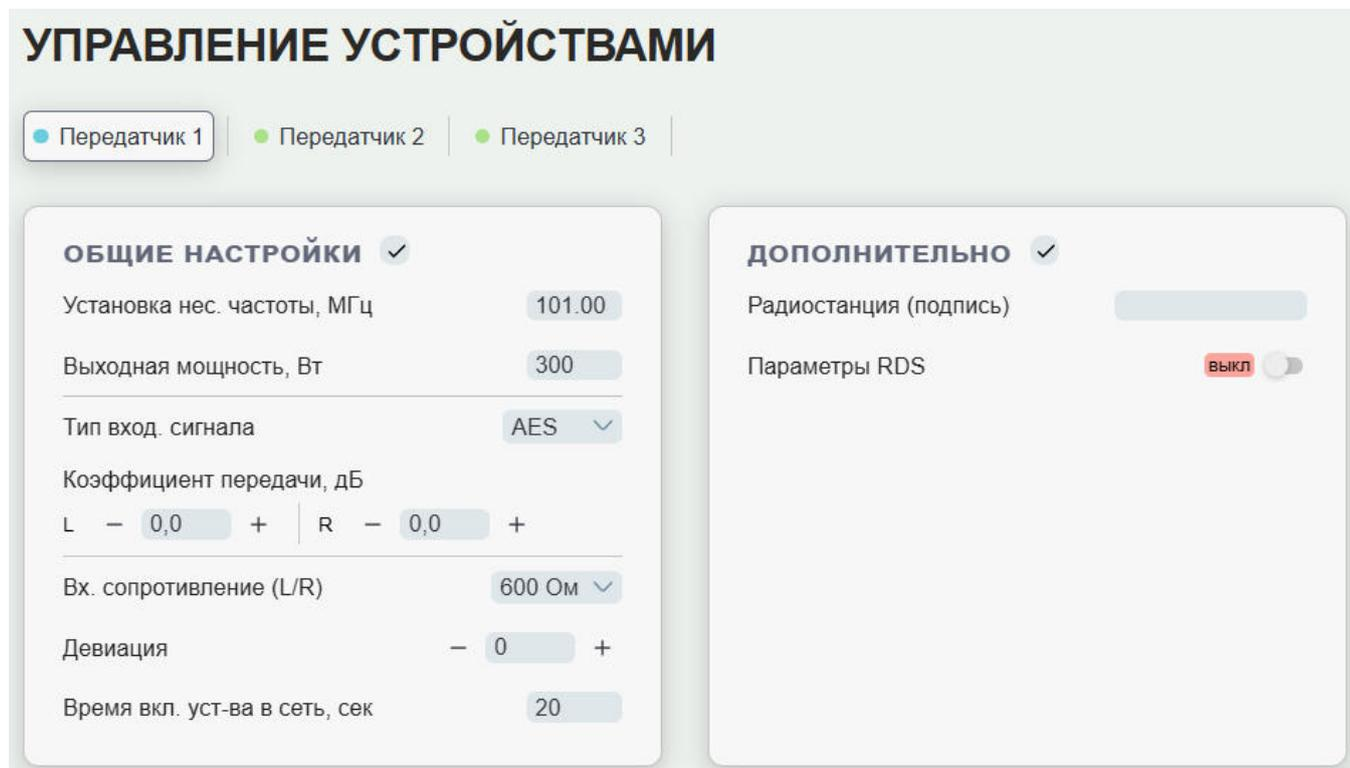

Рисунок 13. Настройка параметров для резервного передатчика, при возникновении аварии на 1-ом передатчике
8. Во вкладке «Управления устройствами» настроить параметры, с которыми будет включаться резервный передатчик, при переключении с основного (1...3), на котором произошла аварийная ситуация (пример настройки параметров можно увидеть на Рисунок 13). Переключаясь между передатчиками кнопками «Передатчик 1», «Передатчик 2» и «Передатчик 3», настроить все параметры для каждого резервируемого передатчика.